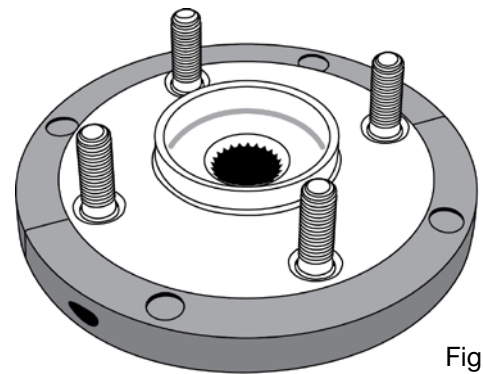

Fig 2
- Utilice inicialmente el adaptador de inserción (I) asegurándose de que no interfiere con el sensor del ABS.
- Tal y como se indica en la Fig 2: Coloque las herramientas de inserción y crimpado (A) en el nuevo cojinete/brida y fíjelas con los tornillos de seguridad (D) suministrados.
- Monte los cuatro pasadores de sujeción (E) en la placa de presión (B). La junta tórica de goma del pasador de sujeción lo fija en el alojamiento de la placa de presión